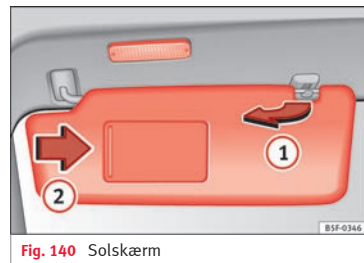

Fig. 140 Solskærm
- Mulighed for at trække solskærmen ud af holderen og dreje den i retning mod døren » **Fig. 140 ①**